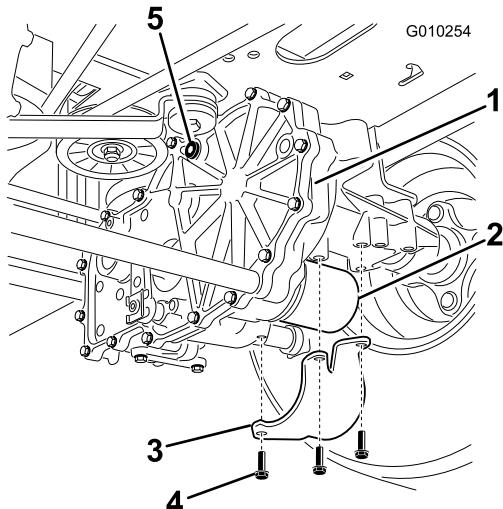

Figure 51
2. Trouvez le filtre et les protections sur chaque transmission de la boîte-pont (Figure 51). Retirez les trois vis de fixation de la protection et enlevez la protection.